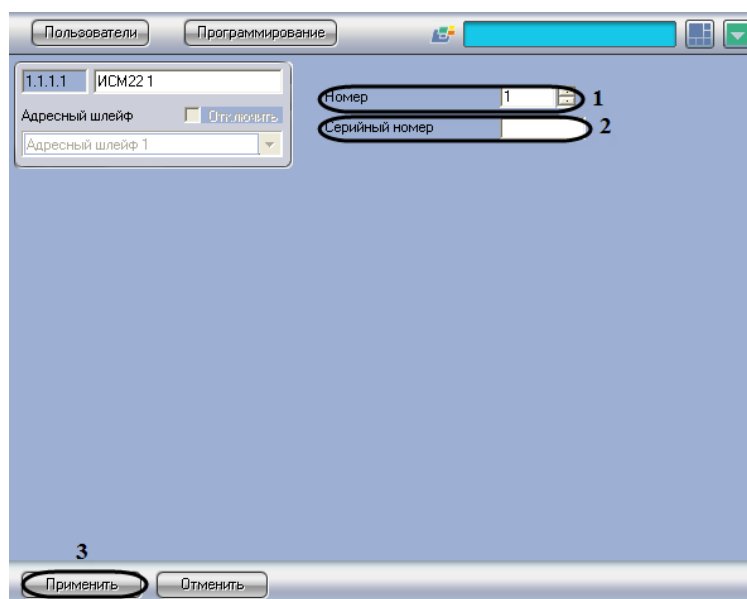

Рис. 3.5—16 Панель настроек объекта ИСМ22
2. В поле **Номер** необходимо с помощью кнопок **вверх-вниз** ввести порядковый номер в списке устройств (см. Рис. 3.5—16, **1**).
3. В поле **Серийный номер** необходимо ввести серийный номер устройства (см. Рис. 3.5—16, **2**).